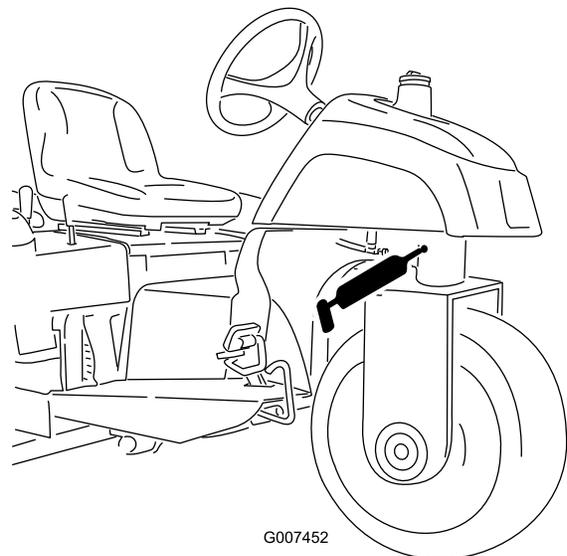

Figure 24
- Pivot de direction (Figure 24)
Remarque: Le raccord encastré sur le pivot de direction (Figure 24) nécessite un adaptateur pour la pompe à graisse. Vous pouvez le commander chez les distributeurs Toro agréés (réf. 107-1998).